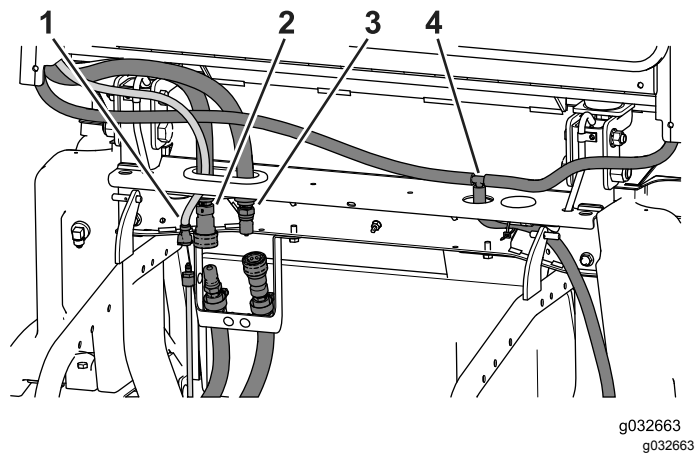

Figura 73
1. Enrute el tubo del lavaparabrisas, la manguera de alimentación del calentador, y las mangueras de retorno del calentador a través del anillo de goma (Figura 73).
3. Enrute la manguera de vaciado hacia abajo, a través del anillo de goma y hacia abajo por el tubo inferior del ROPS (Figura 73).